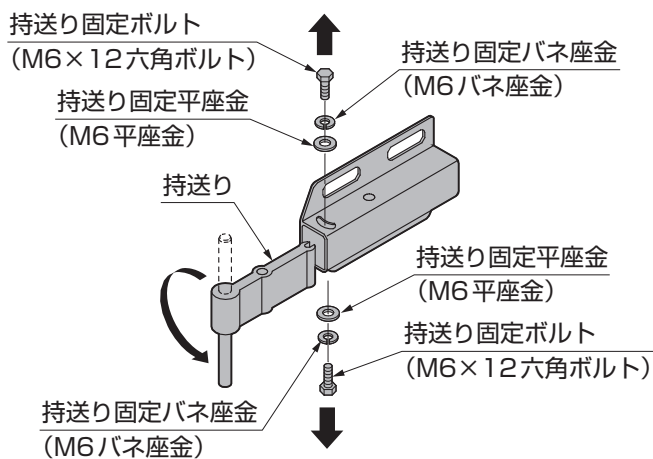

図 10-2 組替え手順1
①「持送り固定ボルト」を取り外して、持送りを下向きにしてください。(図 10-2 参照)